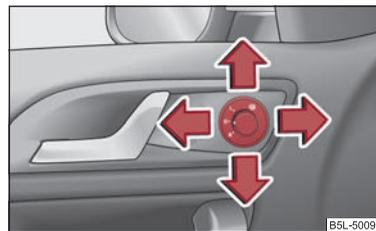

Fig. 54 Interno porta: manopola
- Portare la manopola in posizione ⇒ fig. 54.